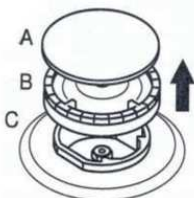

Figure 19
- Verwijder het branderdekseel en de brander zoals afgebeeld in Afbeelding 19. Verwijder de injector met behulp van een 7-inch schroevendraaier zoals afgebeeld in Afbeelding 19.4.